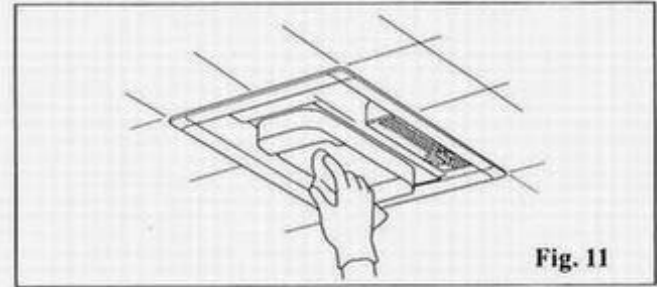

Fig. 11
4. Avec un chiffon humecté d'eau savonneuse, nettoyez le boîtier du ventilateur. Essuyez avec un chiffon sec. (Fig.11)